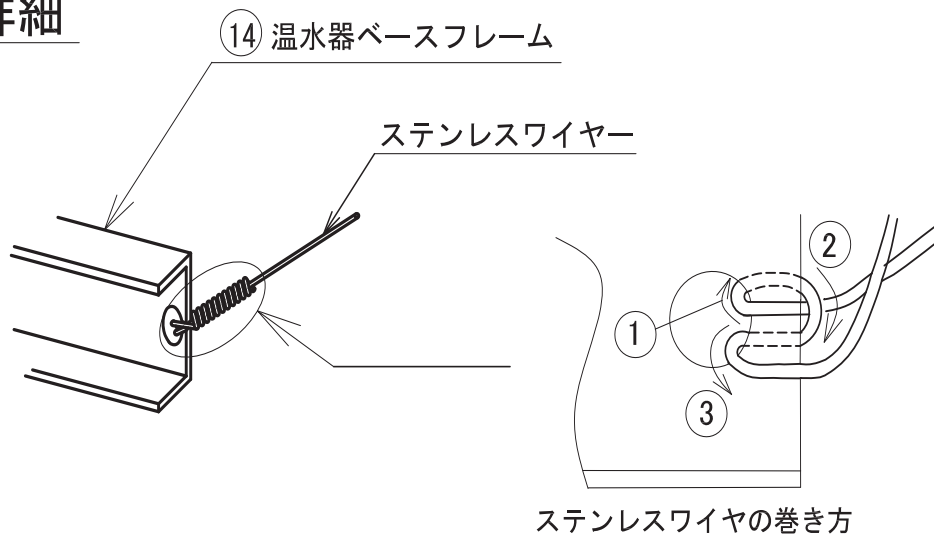

図 15
- 固定線は 15 ページ図 15 のように結び、緩みがないようにします。